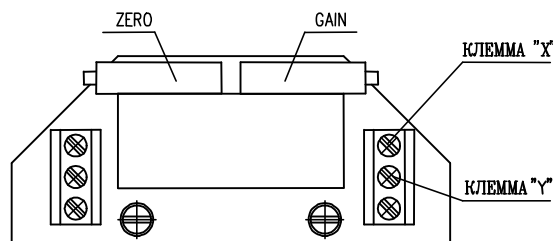

Рис.7
#### 4.5.2 EPV - 3-проводниковое включение (рис.7)
- Установте датчик сопротивления на основании инструкций в предыдущей главе так, что величину сопротивления измеряйте на клеммах X-Y (рис.7). (употреблен датчик с сопротивлением 2000W или 100W)
- Поворачиванием устанавливающего триммера ZERO (рис.7) установте величину выходного сигнала тока, измеряемого на клеммах 81-82, на величину 0 мА или 4 мА.
- Поворачиванием устанавливающего триммера GAIN (рис.7) установте величину выходного сигнала тока, измеряемого на клеммах 81-82, на величину 20 мА или 5 мА.